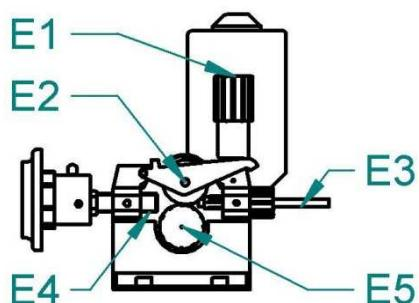

Abb. 4-Rollen Drahtvorschub
- Kippen Sie die Spannmutter (Abb.4, Pos. E1) bei Doppel-Drahtvorschubrollen nach rechts, bzw. bei Vier-Drahtvorschubrollen nach vorn, die Andruckrolle (Abb.4, Pos. E2) wird nach oben geöffnet.
- Schrauben Sie die PVC-Sicherungsmutter heraus (Abb.4, Pos. E5) und nehmen Sie die Drahtvorschubrolle ab.
- Sofern an der Drahtvorschubrolle die geeignete Rille ist, drehen Sie die Rolle um und setzen Sie sie wieder auf die Welle und sichern sie durch Einschrauben der Sicherungsmutter ab (Abb. 4 Pos. E5).
- Schneiden Sie das am Rand der Wickelrolle befestigte Drahtende ab und schieben es in der Drahtseele (Abb. 4, Pos. E3) über die Drahtvorschubrolle (Abb.4, Pos. E3) und etwa 5 cm in das Rohr des EURO – Zentralschlusses (Abb.4, Pos E4). Kontrollieren Sie ob der Draht durch die richtige Rille der Drahtvorschubrolle führt.
- Kippen Sie die Andruckrollen so herunter (Abb. 4 Pos. E2), damit die Zähne ineinander greifen und bringen Sie die Spannmutter (Abb.4, Pos. E1) in senkrechte Lage.
- Stellen Sie den Druck der Spannmutter so ein, dass ein problemloser Transport des Drahtes gewährleistet ist, wobei der Draht nicht deformiert werden darf. Die Stellschraube befindet sich unter der PVC-Schraube (Abb. 4, Pos.E1).